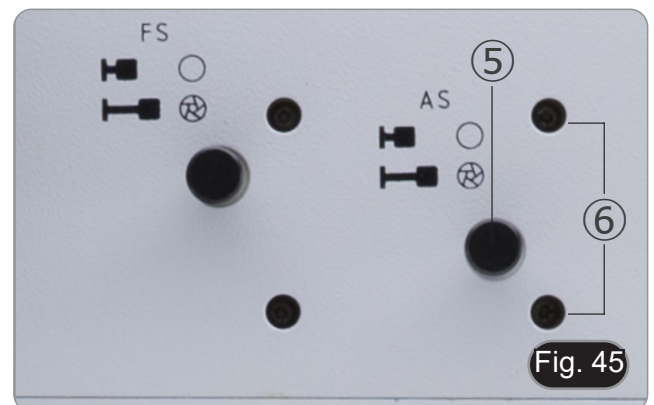

Fig. 45
2. Tire de la palanca del diafragma de apertura ⑤ completamente para cerrar el diafragma completamente. (Fig. 45)
4. Mientras mira al portaocular vacío, utilice la llave Allen suministrada en los tornillos de centrado ⑥ para llevar el punto luminoso al centro del campo de visión. (Fig. 45)